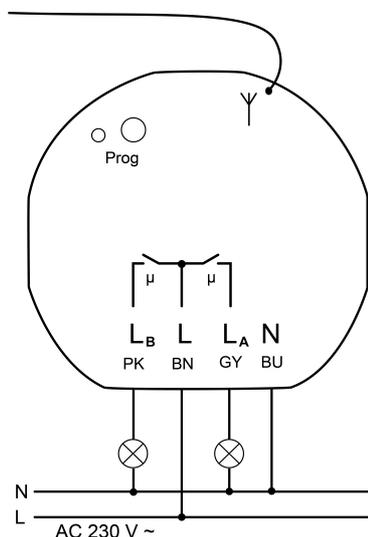

Figure 3: Exemple de raccordement
- Raccorder l'actionneur aux bornes des lampes (voir Utiliser les bornes des lampes) (figure 3).